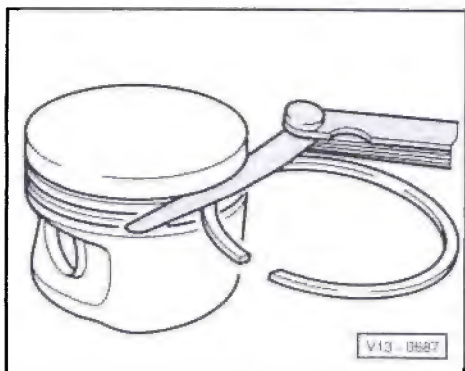

Fig. 2 Jeu en hauteur des segments de piston: contrôle
- ♦ Contrôler le jeu en hauteur ⇒ fig. 2